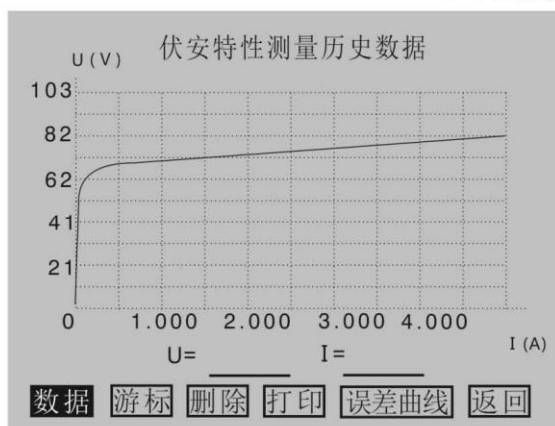

图 3.16 伏安特性测量历史数据
5. **查询**: 选定数据后, 通过旋转鼠标将光标移动至**查询**选项并按下, 将弹出伏安特性测量历史数据操作界面, 如图 3.16 所示。在伏安特性测量历史数据操作界面下, **删除**选项可删除本组历史数据; **数据**、**打印**、**误差曲线**选项的意义和操作跟伏安特性试验结果操作界面里面的对应选项相同, 用户可参考 3.1.4 CT 伏安特性试验结果操作说明; **返回**可返回到伏安特性记录查询界面。